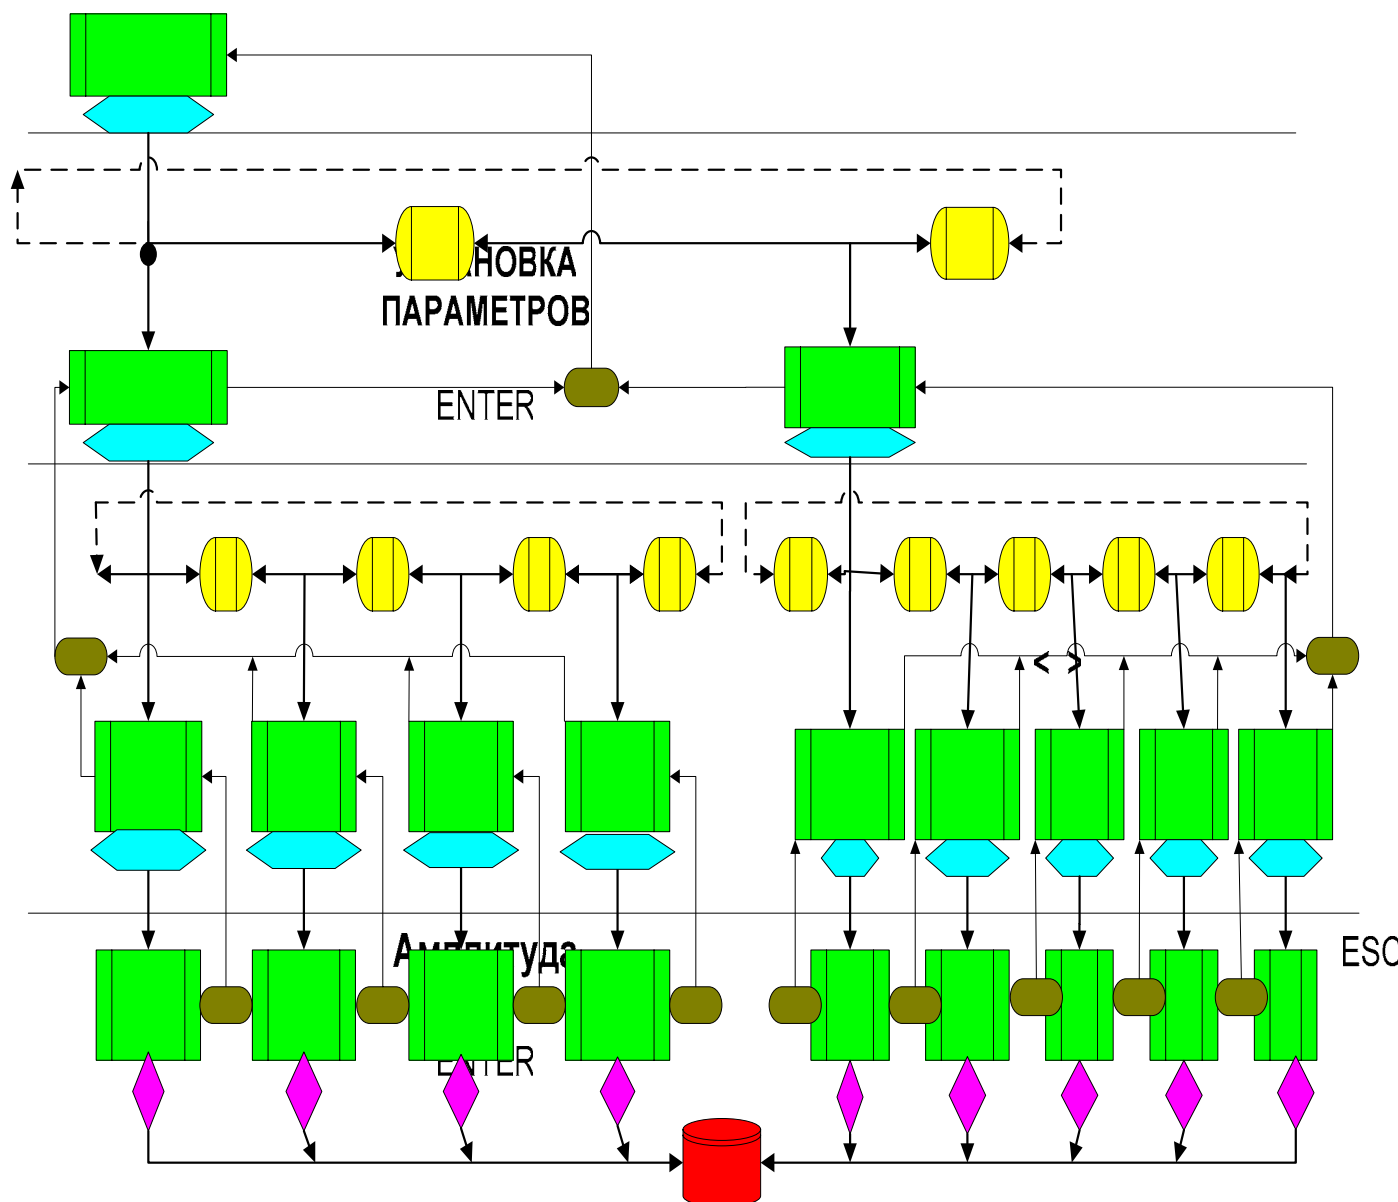

Рис. 3.6. Структурная схема раздела «УСТАНОВКА ПАРАМЕТРОВ» меню ПУ
На рис. 3.6. изображена структурная схема раздела **«УСТАНОВКА ПАРАМЕТРОВ»**, включающая 3-й, 4-й, 5-й и 6-й уровни системного меню. Перемещение по 5 уровню осуществляется с помощью клавиш «→» или «←». Переход с 5-го на 4-й уровень меню осуществляется нажатием клавиши «ESC» на ПУ.
2.2.3.2. С помощью клавиши «ESC» перейти на 3-й уровень меню, с помощью клавиши «←→» осуществить переход в раздел **«УСТАНОВКА ПАРАМЕТРОВ»** (рис. 3.6.). Нажав клавишу «ENTER», перейти на 4-й уровень меню в подраздел **«Амплитуда»**; нажав клавишу «ENTER», перейти на 5-й уровень меню в параметр **«Усиление»**; нажав клавишу «ENTER», перейти на 6-й уровень в режим установки усиления. С помощью клавиши «↑» или «↓» осуществить установку числа **«1»** – минимального усиления. Нажав
2.2.4.2. В первую очередь необходимо установить начальное «среднее» усиление в тракте обработки сигнала. Для этого в разделе **«УСТАНОВКА ПАРАМЕТРОВ»** (рис. 3.6.) нажать клавишу «ENTER» и войти в подраздел «Амплитуда»; нажать клавишу «ENTER» и войти в параметр **«Усиление»**, еще раз нажав клавишу «ENTER», войти в числовое меню параметра. Используя клавиши «↑» или «↓», установить параметр **«4»**, соответствующий среднему значению усиления. Нажав клавишу «ESC» несколько раз, подняться на 3-й уровень системного меню.
2.2.4.6. После определения резонансной частоты  $F_p$  СЗ (по усредненным данным не менее 10 измерений) с помощью клавиш «ESC» и «→» осуществляем переход в раздел **«УСТАНОВКА ПАРАМЕТРОВ»** (рис. 3.6.), затем проходим последовательно на подраздел **«Амплитуда»** (4-й уровень), далее в параметр **«Режекция»** (5-й уровень) и на 6-й уровень числовых значений этого параметра.
Для того, чтобы проверить правильность выбора числового параметра **«Режекция»**, необходимо в разделе **«УСТАНОВКА ПАРАМЕТРОВ»** и подразделе **«Амплитуда»** (рис. 3.6.) изменить числовой параметр **«Режекция»** в пределах  $\pm 1$ . Затем в подразделе **«КТ5; КТ6»** раздела **«КОНТРОЛЬНЫЕ ТОЧКИ»** аналогичным образом определить усредненные оценки  $A_{5/6}$  и убедиться, что они меньше величины, полученной ранее.
2.2.5.1. При настройке чувствительности, в подразделе **«Амплитуда»** раздела **«УСТАНОВКА ПАРАМЕТРОВ»** параметр **«АРП»** (рис. 3.6.) должен быть выключен, т.е. установлен **«Выкл.»**.
2.2.5.2. Чувствительность изделия к вибрации СЗ определяется значениями 2-х параметров в системном меню ПУ (рис. 3.6.):